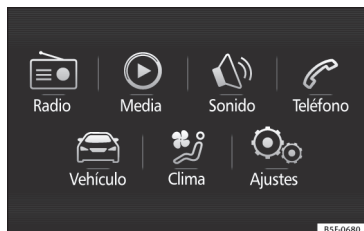

Fig. 41 Easy Connect: Menú principal.
- Pulse la tecla **MENU** del sistema y posteriormente el botón **CAR** » **fig. 41**, o la tecla **CAR** » **fig. 42**.